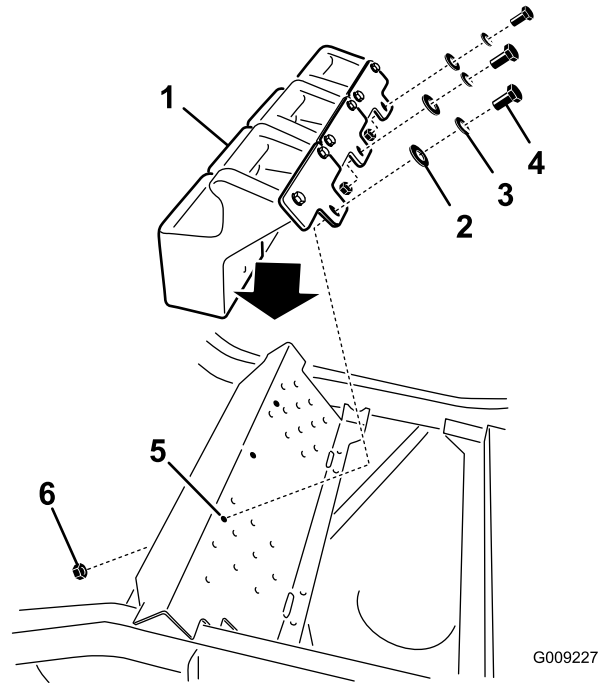

図 35
2. フットレストの上部に前ウェイトを取り付ける 図 35。
1 inch 6本、ロックワッシャ 6枚、平ワッシャ 6枚、フランジナット 3/8 インチ 3枚を使用する 図 35。